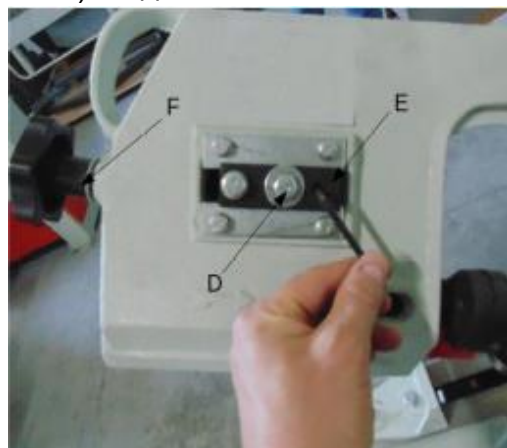

Рис. 8
4. Ослабьте винт D (рис. 8).
5. При работающей пиле поверните винт (Е) так, чтобы ход полотна был правильным. Убедитесь, что натяжение также правильное, используя ручку регулировки (F).
6. После окончания регулировки затянуть винт D (рис. 8).
7. **ВАЖНО:** ПРИ РЕГУЛИРОВКЕ ВОЗМОЖНО СЛИШКОМ СИЛЬНОЕ ЗАТЯГИВАНИЕ РЕГУЛИРОВОЧНОГО ВИНТА (Е НА РИС. 8), ЧТО ПРИВЕДЕТ К НЕПРАВИЛЬНОМУ ВЫРАВНИВАНИЮ ПОЛОТНА. В этом случае следует ослабить регулировочный винт (Е) на несколько оборотов, но не вытаскивать его из резьбы, затем открутить винт D. Винт D поворачивать по часовой стрелке, не затягивая его до конца.
После этого затянуть винт Е, пока он не коснется поверхности. Запустить станок и слегка поверните регулировочный винт (Е) по часовой стрелке, пока ход полотна не будет правильным. Затяните винт D (рис. 8).